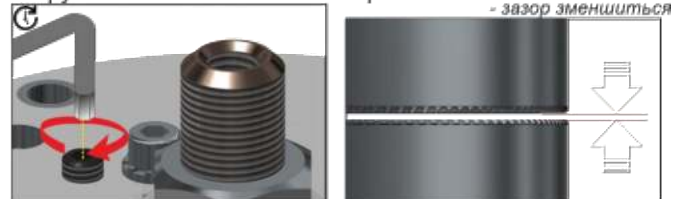

Рис. 18 – Налаштування зазору 1 мм
2. Налаштувати зазор 1 мм по всьому колу муфти за допомогою гвинтів (Рис.18)